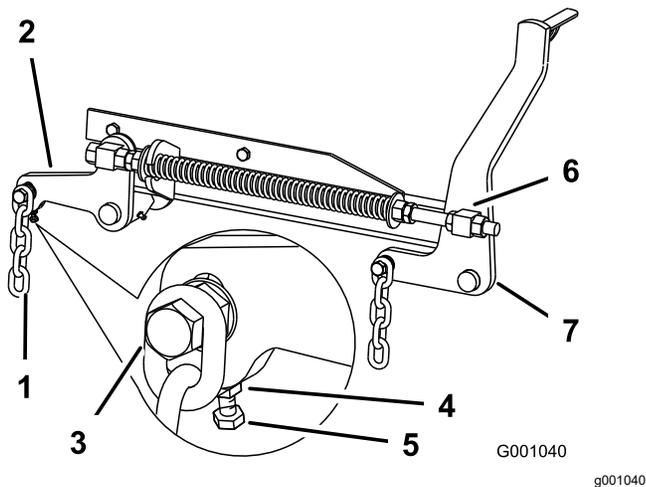

Рисунок 111
7. Если результат измерения в точке **В** или **С** неверный, ослабьте болт крепления задней цепи к заднему опорному рычагу (Рисунок 111).
8. Ослабьте контргайку под задним опорным рычагом и отрегулируйте регулировочный болт так, чтобы получить результат измерения от 80 до 83 мм; см. Рисунок 111.
7. Ослабьте контргайки на передних шарнирных узлах, в передней части правого и левого шарнирных узлов, приблизительно на 13 мм (Рисунок 111).
8. Отрегулируйте подъемные гайки на левой и правой сторонах машины так, чтобы передняя часть в точке **А** была ниже на 6–10 мм, чем задняя часть в точке **В** (Рисунок 111).